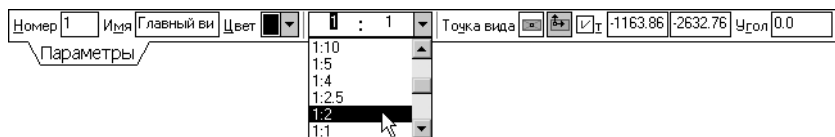

Рис. 16.3. Элементы управления параметрами вида
На Панели свойств появятся элементы управления для задания свойств этого вида (рис. 16.3). Поля содержат зна-
2.3. В поле **Имя** введите *Главный вид* (рис. 16.3).